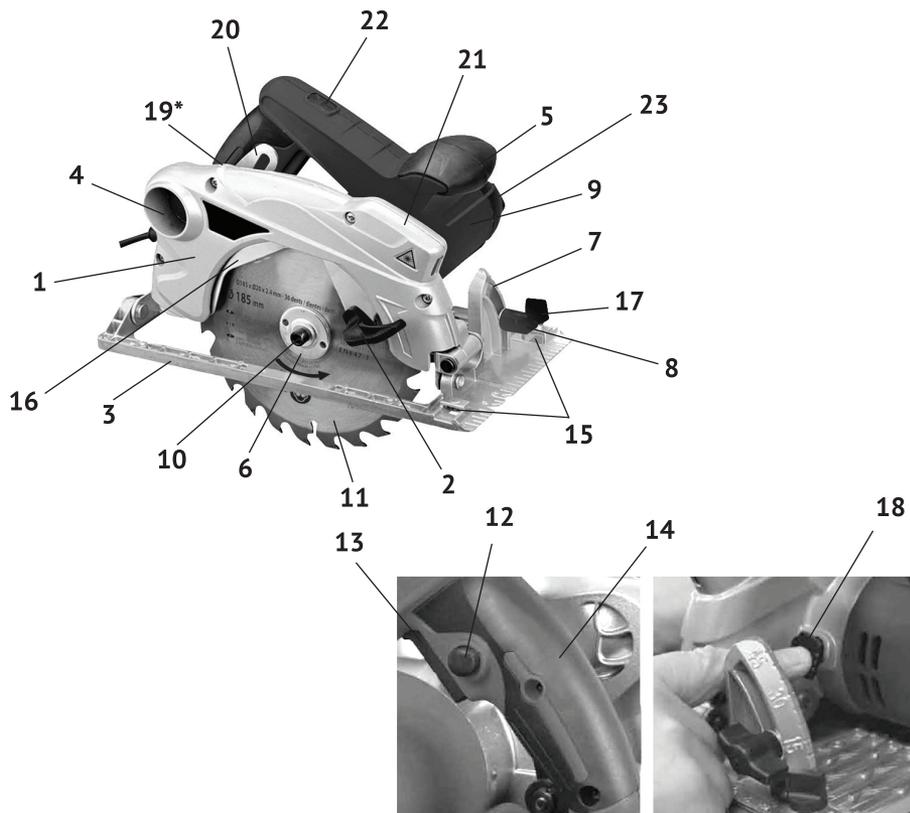

рис. 1
1.6 Общий вид пилы представлен на рис.1
1.7 Пила состоит из коллекторного двигателя в пластиковом корпусе (рис.1 поз.9) с рукояткой и металлического редуктора, совмещённого с верхним неподвижным кожухом (рис.1 поз.1). Крутящий момент с якоря электродвигателя, через шестерню, передаётся на шпиндель, соосный с электродвигателем. На шпиндель пилы, между опорным и зажимным (рис.1 поз.6) фланцами крепится пильный диск (рис.1 поз.11). Это основной рабочий инструмент пилы.
1.8 Клавиша выключателя (рис.1 поз.13) расположена в нижней части рукоятки (рис.1 поз.14). Во избежание самопроизвольного включения инструмента, выключатель снабжён блокировкой клавиши (кнопка блокировки, рис.1 поз.12, расположена на левой части рукоятки). Включение пилы осуществляется нажатием на клавишу выключателя (рис.1 поз.13) указательным пальцем после нажатия и удержания кнопки блокировки большим пальцем. Пила отключается при отпуске клавиши выключателя, при этом кнопка блокировки (со щелчком) возвращается в исходное положение.
Для обеспечения точности реза, модель укомплектована лазерной направляющей. Блок лазера (рис.1 поз.21) расположен на кожухе пилы. Кнопка включения лазера (рис.1 поз.22) находится в верхней части рукоятки.
- зафиксировать шпиндель, нажав на стопор шпинделя (рис.1 поз.18);
- открутить накидным ключом (входит в комплект поставки) винт крепления диска (рис.1 поз.10), снять прижимной фланец (рис.1 поз.6);
- переместить вверх за рычаг (рис.1 поз.2) нижний подвижный кожух (рис.1 поз.16), снять пильный диск (при замене);
2.2.3 При необходимости ограничения глубины пиления, поднять вверх рычаг (рис.1 поз.19) фиксации глубины пропила, выставить направляющую плиту (рис.1 поз.3) по шкале (рис.1 поз.20) в нужное положение и зафиксировать рычагом, опустив его вниз до упора.
- ослабить винты (рис.1 поз.8) фиксации угла наклона (с двух сторон);
- подняв за рукоятку двигатель с диском, выставить по шкале кронштейна (рис.1 поз.7) необходимый угол пиления;
**Внимание!** *При пилении под наклоном, значение глубины пропила, устанавливаемое по шкале (рис.1 поз.20), не совпадает с истинным значением. Глубина пропила в данном случае равна перпендикуляру от вершины пильного зуба к*
2.2.5 При необходимости отпиливания заготовок строго определённой ширины, установите параллельный упор-линейку. Упор вставляется в отверстия (рис.1 поз.15) направляющей плиты (справа или слева) и крепится винтом (рис.1 поз.17).
**Внимание!** Не фиксируйте нижний подвижный кожух (рис.1 поз.16) в открытом положении. Это может привести к заклиниванию диска, а также к травмам и повреждениям. Кожух будет автоматически сдвигаться при подаче заготовки.
3.2 Для замены щёток необходимо открутить заднюю крышку (рис.1 поз.23) корпуса двигателя, открутив два винта. Вынуть щётки из щёткодержателей и заменить их новыми. Щётки следует заменять парой для обеспечения равной степени их давления на коллектор якоря.